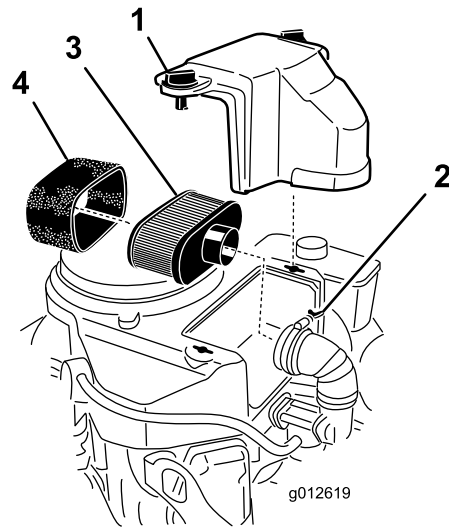

Figura 20
3. Limpie la zona alrededor del limpiador de aire para evitar que entre suciedad en el motor y cause daños (Figura 20).
4. Desenrosque los pomos de la tapa y retire la tapa del limpiador de aire (Figura 20).
5. Desenrosque la abrazadera y retire el conjunto del limpiador de aire (Figura 20).
6. Retire cuidadosamente el filtro de gomaespuma del filtro de papel (Figura 20).
Importante: No limpie el filtro de papel, cámbielo (Figura 20)
1. Deslice cuidadosamente el elemento de espuma sobre el elemento de papel del limpiador de aire (Figura 20).
- Coloque el conjunto del limpiador de aire sobre la base del limpiador de aire y fíjelo con 2 tuercas de orejeta (Figura 20).
- Coloque la cubierta del limpiador de aire y apriete el pomo de la cubierta (Figura 20).